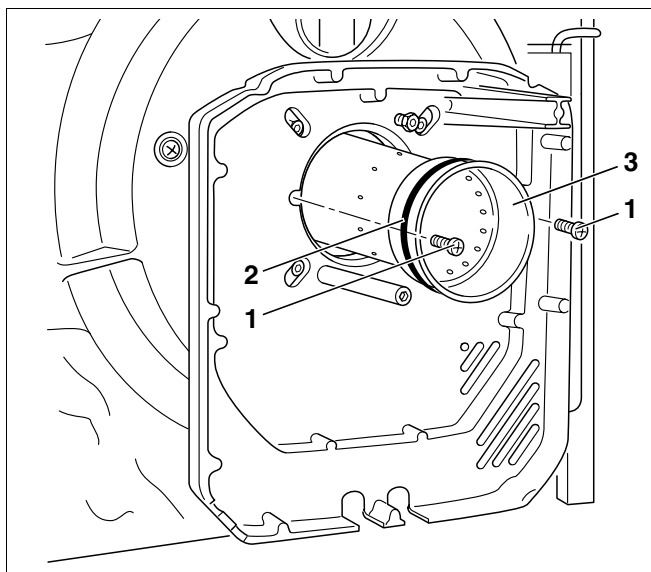

Fig. 52 Remplacer la tuyère du brûleur et vérifier le joint
- Desserrer les deux vis de fixation (fig. 52, **pos. 1**).
- Monter la nouvelle tuyère (fig. 52, **pos. 3**) ainsi que le joint torique (fig. 52, **pos. 2**).